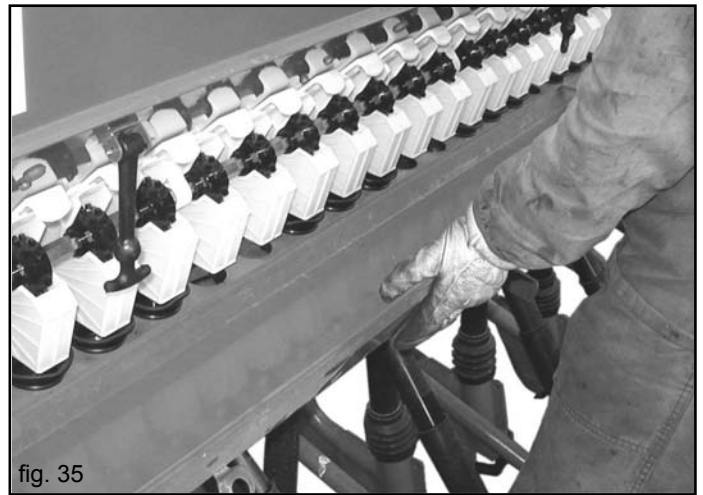

fig. 35
- 2) Die Samenbehälter (Abb. 35) aushängen und sie unter die Samenausgangsstutzen stellen.